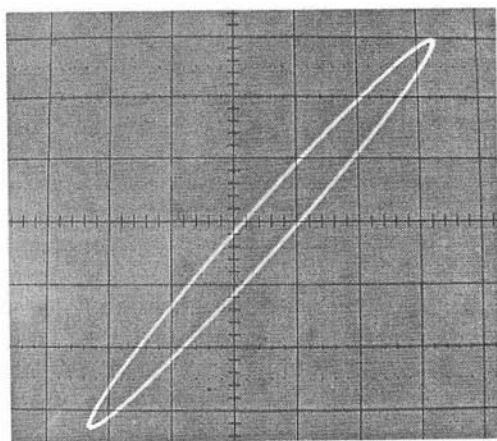

Рис. 8.24. Фигура Лиссажу при подаче на входы X и Y одинакового синусоидального сигнала с частотой 20 Гц с разной фазой
Теперь переведем усилитель CH1 (Y) в режим закрытого входа. Это означает, что входной сигнал теперь подается через разделительную RC-цепь. Такая цепь на низкой частоте в 20 Гц вносит заметный фазовый сдвиг. В результате прямая линия на экране осциллографа превращается в эллипс (рис. 8.24) — это фигура Лиссажу для случая подачи на входы осциллографа двух сигналов с одинаковой частотой, но разной фазой.